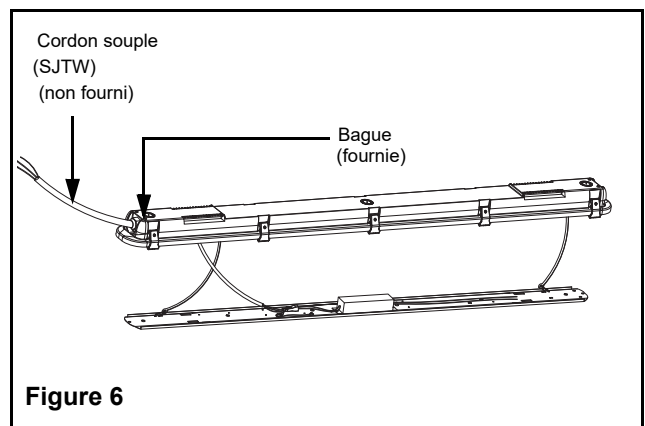

Figure 6
1. Faire passer le cordon flexible CA (SJTW) (non fourni) dans la douille installée. Laissez une longueur de fil suffisante à l'intérieur de l'appareil pour atteindre les fils de connexion (voir fig.6).